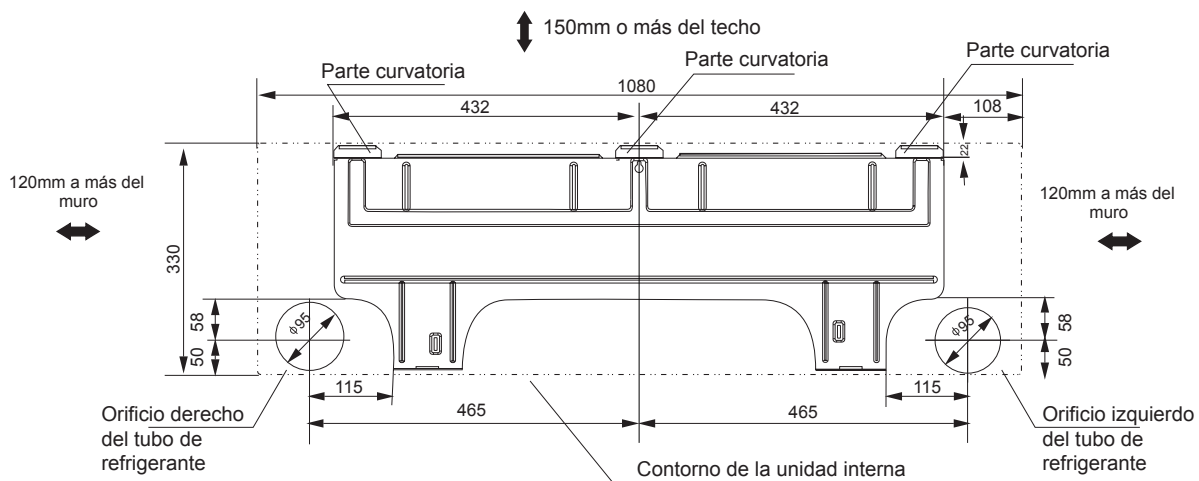

Fig. 5
1. Determine las posiciones de los orificios de acuerdo con el diagrama que se muestra en la Fig. 5. Taladre un orificio ( $\phi 65$ ) ligeramente inclinado hacia el lado del exterior.